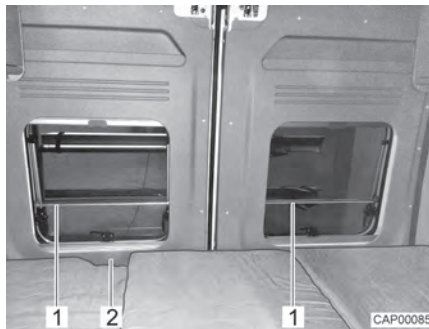

Bild 48 Herausfallschutz (Längsheckbett)
- ▷ Die Fenster der Hecktüren sind mit einem Herausfallschutz (Bild 48,1) ausgestattet. Die Hecktür kann über den Durchgriff (Bild 48,2) von innen geöffnet werden.